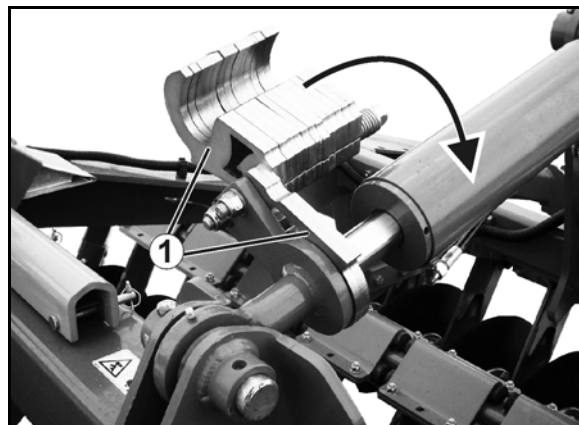

Fig. 36
Mekanisk innstilling av arbeidsdybden ved hjelp av endring av antallet avstandselementer (Fig. 36/1) på stempelstangen.
Hydraulisk innstilling av arbeidsdybden ved hjelp av skalaen (Fig. 36/1).
- Still viseren (Fig. 36/2) i retning 0.
- Still viseren (Fig. 36/2) i retning 12.